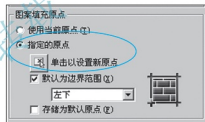

图 4.73 勾选【指定的原点】单选按钮
④ 在【图案填充原点】选项组内选【指定的原点】单选按钮, 此时【单击以设置新原点】按钮亮显, 如图 4.73 所示。